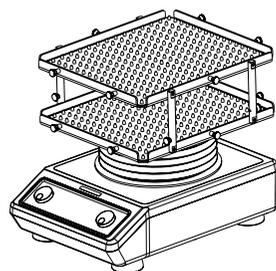

Figura 2
2. Posizionare i due vassoi sulle barre di impilamento nelle posizioni da A1 ad A4, come mostrato nella figura 2.